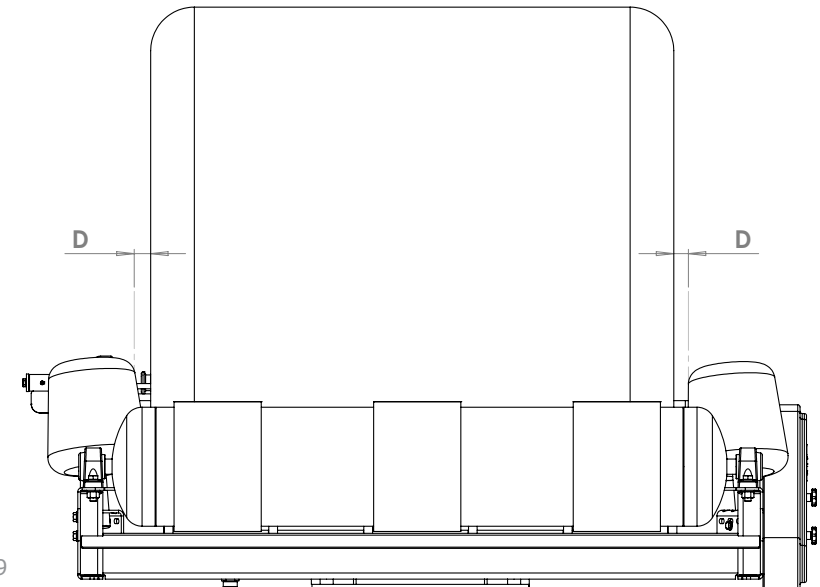

Abb. 6.9
Zur Stabilisierung der Ballen während des Wickelzyklus können die Stützrollen auf unterschiedliche Ballengrößen eingestellt werden. Es ist wichtig, dass die Stützrollen so eingestellt werden, dass sich die Ballen in der Mitte des Drehtisches befinden. Wenn der Ballen sich auf dem Tisch befindet (siehe Abb. 6.9), sollte der Abstand zwischen den beiden Endkanten des Ballens und den Stützrollen (D) < 50 mm betragen.